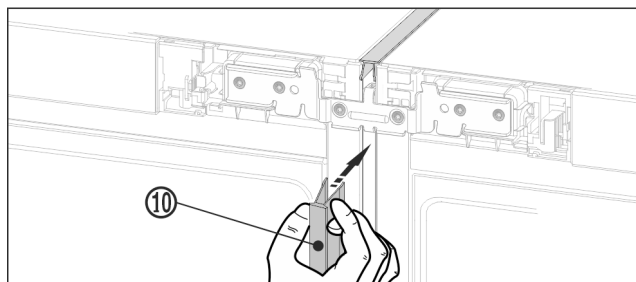

Fig. 22 *
- Aan de voorzijde de lange afdeklijst Fig. 22 (10) in de verticale spleet drukken. Zorg ervoor dat de lijst op de verbindingssplaat rust.*